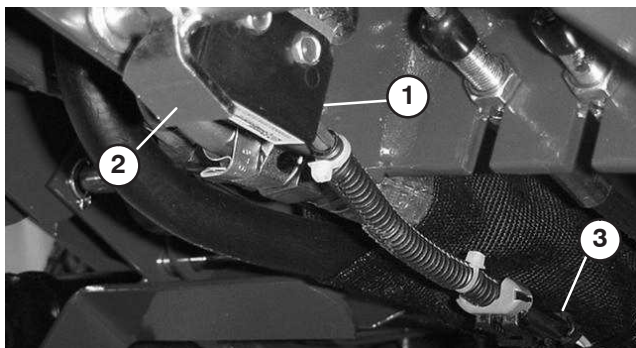

Bild 63
1. Der Abstand zwischen der Drehwellenschaufel der Feststellbremse und dem unteren Teil des Sicherheitsschalters (Bild 63) sollte circa 1,5 mm betragen (die Schaufel darf nicht mit dem Schalter in Berührung kommen).